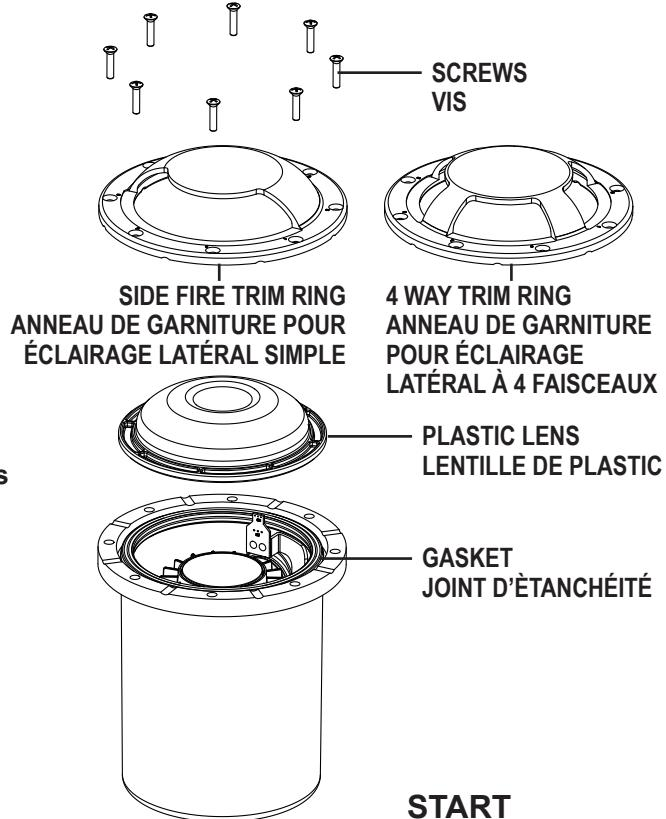

Fig. 2
- 4) Placer la lentille de plastique sur le luminaire par-dessus l'anneau de joint. Placer ensuite l'anneau de garniture pour éclairage latéral simple ou l'anneau de garniture pour éclairage latéral à 4 faisceaux par-dessus la lentille de plastique et le fixer sur le luminaire en utilisant les vis précédemment retirées. Prendre soin de prévenir l'accumulation de terre, de paillis et de débris sur la lentille, le joint d'étanchéité ou une surface de jointement du boîtier. (consulter la figure 2).